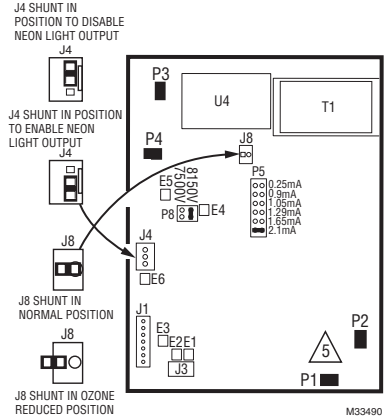

Fig. 8. Move J8 shorting bar to reduce ozone production about 20 to 25 percent.
- d. Locate J8 shorting bar on the power supply. See Fig. 8. Remove the shorting bar and reinstall on only one pin.
Le circuit d'alimentation électrique dans le nécessaire PS1202A a été étalonné pour fournir une sortie de courant de l'ionisateur sélectionnable. Sélectionner le courant d'ionisateur adéquat en plaçant la tige court-circuit P5 à la position correcte. Voir le Table 1. Voir la Fig. 8 pour l'emplacement de P5.